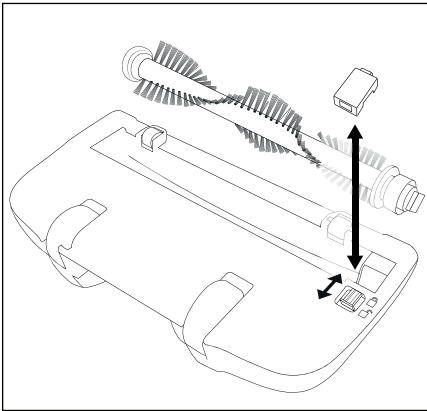

Fig. 5
- 2) Far scorrere il dispositivo di blocco sulla piastra di copertura in direzione del simbolo  in modo da poter rimuovere la piastra di copertura (fig. 5).
- 3) Rimuovere il rullo a spazzola ⑭.
- 4) Rimuovere lo sporco (su entrambi i lati delle setole) e pulire il rullo a spazzola ⑭. A tale scopo, con un panno umido passare sulle singole setole con un movimento dall'interno verso l'esterno.
- 5) Per reinserire il rullo a spazzola ⑭ infilare innanzitutto l'estremità larga sull'albero motore in modo tale che il rullo a spazzola ⑭ si agganci.
- 6) Quindi far scivolare l'altra estremità nel vano di ricezione, in modo che il rullo a spazzola ⑭ si trovi diritto nella bocchetta per pavimenti.
- 7) Ricollocare la piastra di copertura finché non si innesta in posizione. La piastra di copertura si blocca con lo scivolamento automatico del dispositivo di blocco verso il simbolo  (fig. 5).